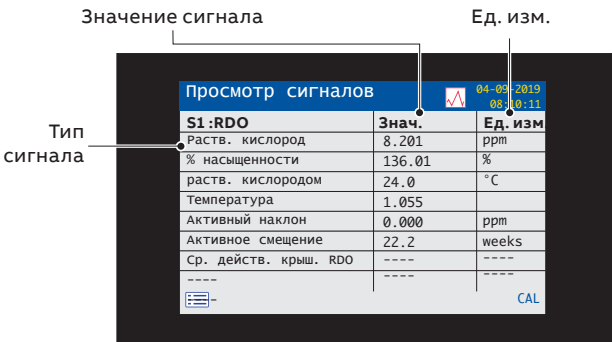

Рис. 8 Просмотр сигналов
- Просмотр сигналов: выводится список активных сигналов и их значений (1 страница на датчик) – см. Рис. 8.